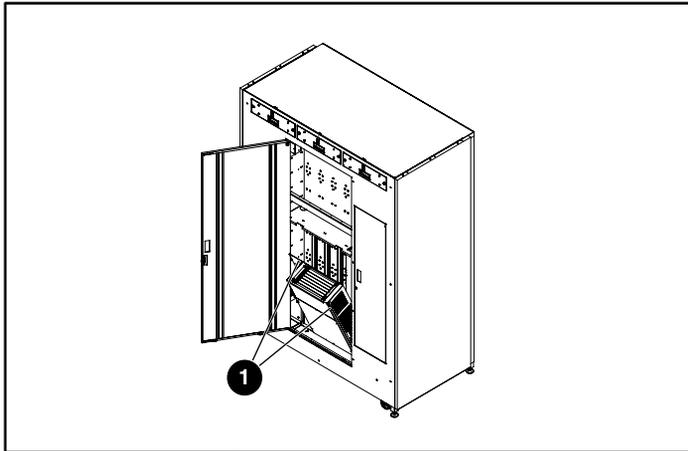

Figura 9: Inclinación y extracción del compartimiento electrónico
3. Afloje los dos tornillos de fijación situados en la parte superior del marco del compartimiento electrónico, inclínelo y sáquelo del receptáculo (consulte la Figura 9).